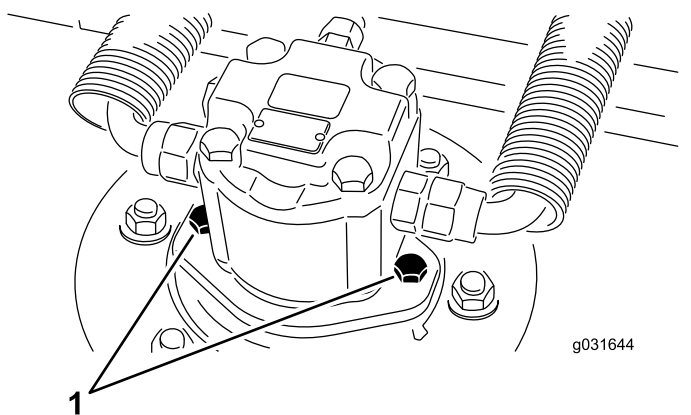

Figure 62
2. Retirez les vis du moteur hydraulique, puis débranchez et déposez le moteur hydraulique de l'unité de coupe (Figure 62).
4. À l'aide des vis de fixation du moteur hydraulique, reposez le moteur hydraulique sur l'unité de coupe (Figure 62).